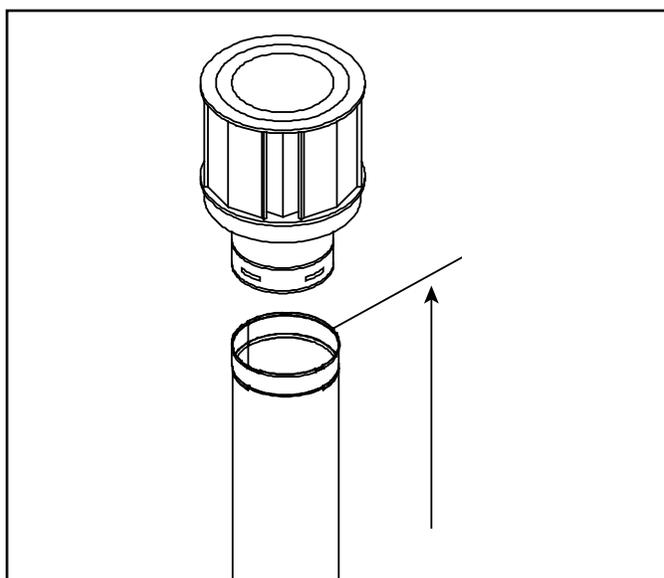

Figura 4.10 Medición hasta la parte superior de la última sección de la tubería
- Las terminaciones verticales se miden hasta la parte superior de la última sección de la tubería. Consulte la Figura 4.10.